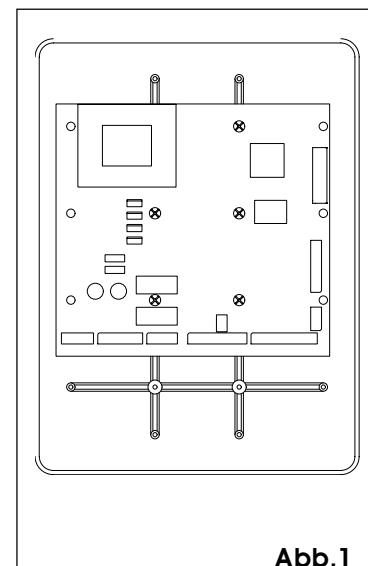

Abb. 1
- Zur Befestigung des Steuergeräts im wasserdichten Gehäuse ist das Steuergerät gemäß Abb. 1 zu positionieren und mit den 5 mitgelieferten, selbstschneidenden Schrauben Ø4.2x13 zu befestigen. Dabei sollten Abstandstücke zwischen der Karte und den Führungen des dichten Gehäuses eingesetzt werden.